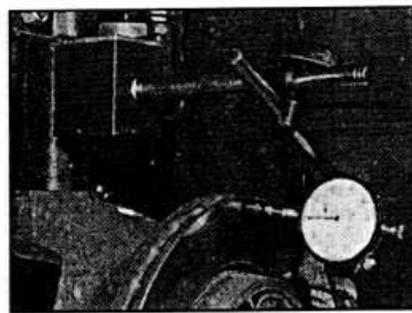

Рис. 9.19. Проверка биения тормозного диска индикатором часового типа.
- Используя индикатор часового типа, проверьте биение тормозного диска. Оно проверяется на расстоянии 10 мм от внешнего края диска (см. рис. 9.19).